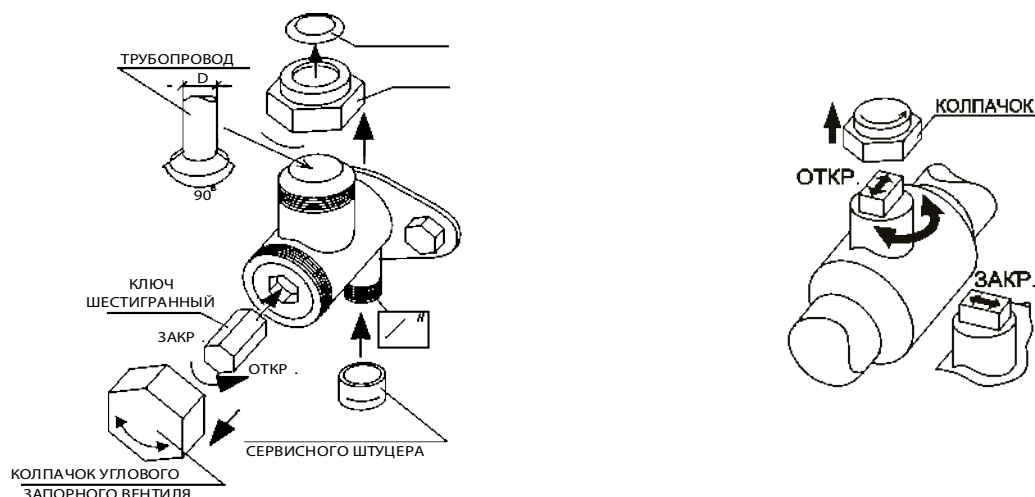

Рисунок 10.1. Схема запорного вентиля ККБ моделей 002 – 018 (слева) 020 – 260D (справа)
- убедиться в открытии всех запорных вентилей системы. Открытие и закрытие осуществляется вращением штока вентиля под колпачком, используя при этом рожковый ключ (см. рисунок 10.1);